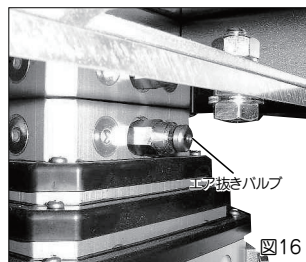

図16
- ③アッパー本体上部にあるエア抜きバルブを押して、リモコンスイッチの上昇ボタンを押してください。気泡が抜けて水が出るようになったら完了です。（図16）
- ④手すりの安全チェーンのフックを外してステージに乗ります。
- ⑤安全チェーンのフックをかけます。
- ⑥リモコンスイッチの上昇ボタンを押し続けるとシリンダは上昇し、離すと止まります。